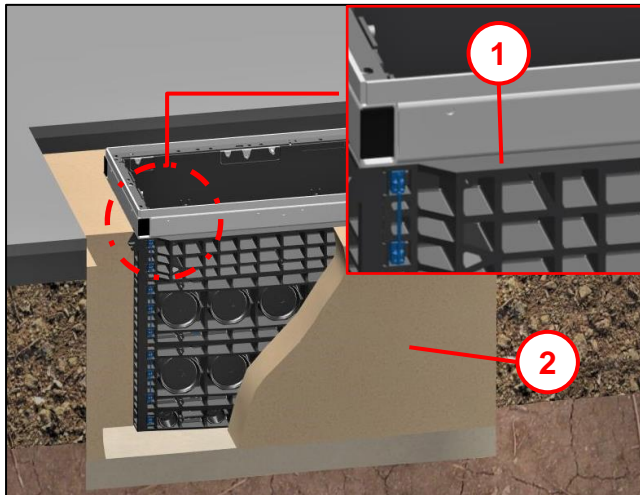

Abb. 30
- Baugrube mit verdichtungsfähigem Material **(3)** stufenweise nach ZTV A-StB 12 (bzw. ZTV E-StB 09) bis **Auflagefläche Koprahmen (2)** verfüllen (siehe auch Abb. 30).